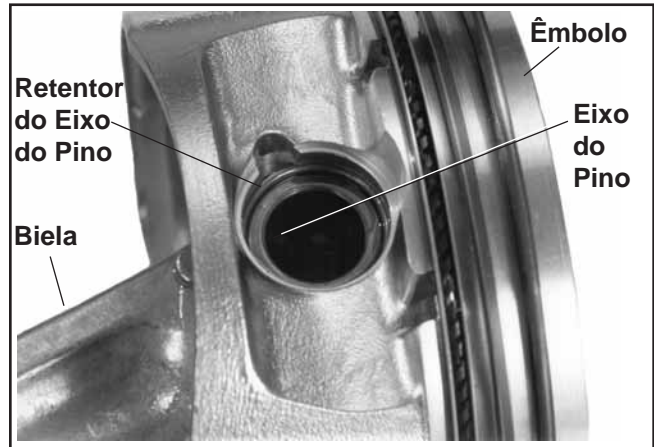

Figura 9-51. Retirar o Pistão da Biela.
1. Retire o retentor do eixo do pino e eixo do pino. Separe o pistão da biela. Consulte a Figura 9-51.